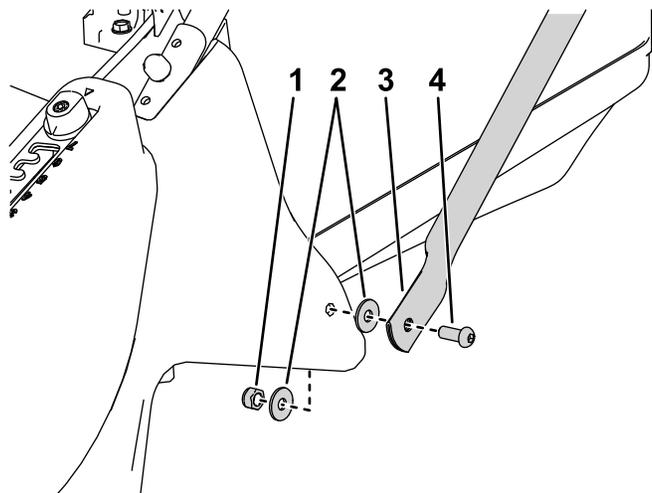

Figura 4
3. Instale a parte inferior das fixações das pegas a cada lado da plataforma do cortador utilizando um parafuso, anilhas chatas no interior e exterior da plataforma e uma porca de bloqueio (Figura 4).